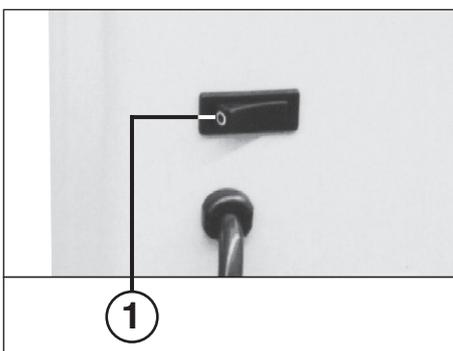
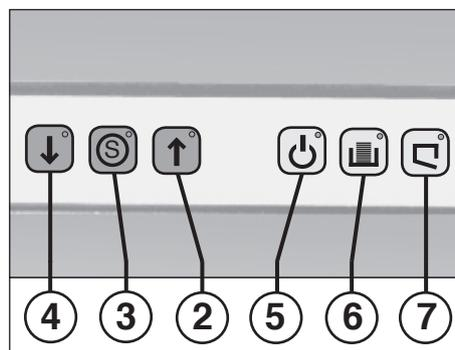

Fig. 1
Fig. 2
- 1 = Vippomkopplare „Driftsklar“ (Fig. 1)**
- 2 = Framåtknapp (fig. 2)**
- 3 = Stoppknapp „S“ (fig. 2)**
- 4 = Bakåtknapp (fig. 2)**
- 5 = Kontrollampa „Driftsklar“ (Fig. 2)**
- 6 = Kontrollampa „Behållaren full“ (Fig. 2)**
- 7 = Kontrollampa „Dörren öppen“ (Fig. 2)**
Sätt på maskinen med vippomkopplaren (1) (fig. 1). Därmed tänds lampan „Driftsklar“ (5) och den röda stoppknappen „S“ (3) (fig. 2) som tecken på att maskinen är klar för användning.
När uppsamlingsbehållaren är full stänger maskinen av sig själv och en signalton hörs. Kontrollampen (6) (Fig. 2) tänds. Töm uppsamlingsbehållaren på följande sätt:
- Öppna dörren. Kontrollampen (7) (Fig. 2) tänds.
- Signaltonen tystnar. Kontrollampen (6) slocknar.
- Sätt i en tom säck, skjut in behållaren och stäng dörren. Kontrollampen (7) slocknar.
Kom ihåg att koppla ifrån apparaten för natten. (Tryck på vippomkopplaren (1) (Fig. 1)).
- Lampan i stoppknappen „S“ (3) (fig. 2) tänds. Gör så här:
- Tryck på knappen för bakåtkörning (4) och släpp upp den (Fig. 2).
Om motorn överbelastas stängs den av. Koppla från maskinen med vippomkopplaren (1) (Fig. 1).